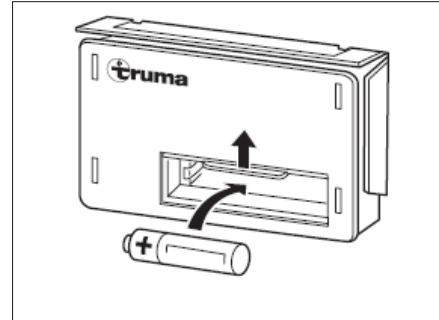

Bild 105 Batteribyte
- Skjut locket på automattändningens batterifack (Bild 105) uppåt.
- Sätt i ett nytt batteri av samma typ med polerna (+/-) åt rätt håll i automattändningens batterifack (Bild 105). Använd endast temperaturbeständiga (+70 °C) mignon-batterier, som inte kan läcka.